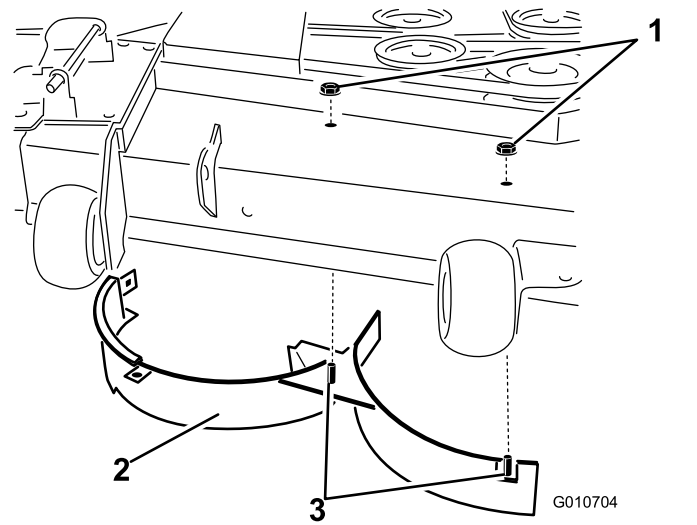

Рисунок 18
- Снимите каретный болт и контргайку, которые крепят правый дефлектор к верхней части деки газонокосилки, и снимите правый дефлектор с деки газонокосилки (Рисунок 18).
- Отверните 2 контргайки (5/16 дюйма), которые крепят приваренные стержни правого дефлектора к верхней части деки газонокосилки в среднем положении и справа от среднего положения (Рисунок 18).